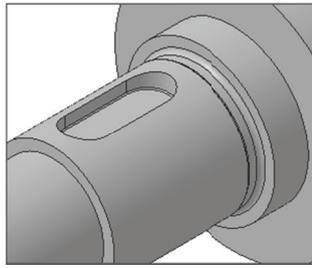

Рис. 7.24
- Нажмите кнопку ОК – система выполнит построение канавки (рис. 7.24).